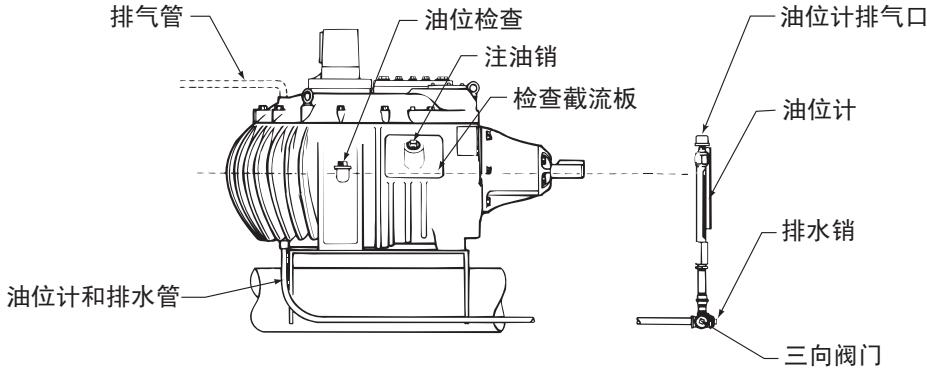
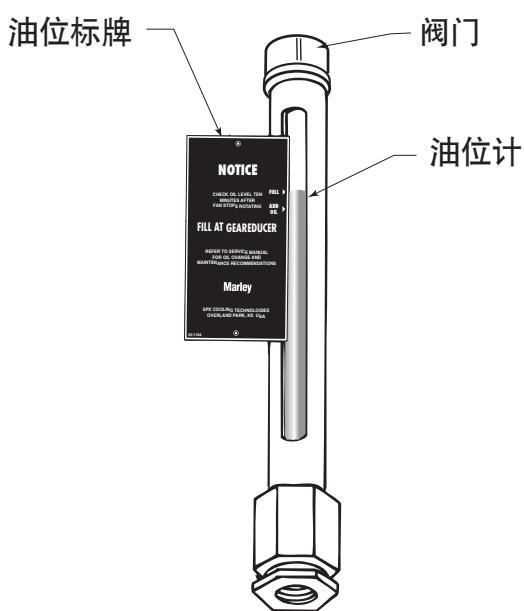

图 2 维修配件
图 3 油位计装配
因缺少对设施操作准备、地点环境条件或存储方法等的掌控，因此建议在初始操作前补充润滑剂。应对级间轴上的口倒入或泵入相同填装的润滑剂。移除级间轴承盖中心处管塞，以将口暴露。请参考图 3。若使用其他油，应使用 1 至 1.5 倍的用量。如果润滑剂从机油箱总容积中泵出，至少应转移 1 倍。无论发生上述的哪一种情况，应在初始操作的 5 天内执行运行步骤。如果发生延迟，且超过 5 天的时长，重复该流程。无论发生上述的哪一种情况，应在徒手旋转齿轮传动链以及初始操作的 5 天内，执行运行步骤。
通过拆卸放油塞来排放齿轮减速箱的油。位置请参见图2。如果安装了外置油尺/油位计，请拆除该位置的放油塞，以便给整个系统排油。
检查完成后，用18.5加仑（70升）油加入齿轮减速箱。位置请参见图2。如果齿轮减速箱配备了外部量尺/油位计，则需要额外的3至4夸脱润滑油。加注过程中，确保齿轮减速箱上的排气口（以及外部量尺/油位计，如果有的话）没有堵塞。确认油位计/排油管已满，连接处没有任何泄漏。
1. 从减速机检查截留板的开口处注入机油，直到油位达到减速机外壳和油位计上的“满油位”标记处。请参见图 2 和图 3。插上油销。
冷却塔具有外部油位计和排水管，后者在油位计下方装有三向阀门。请参见图 2。